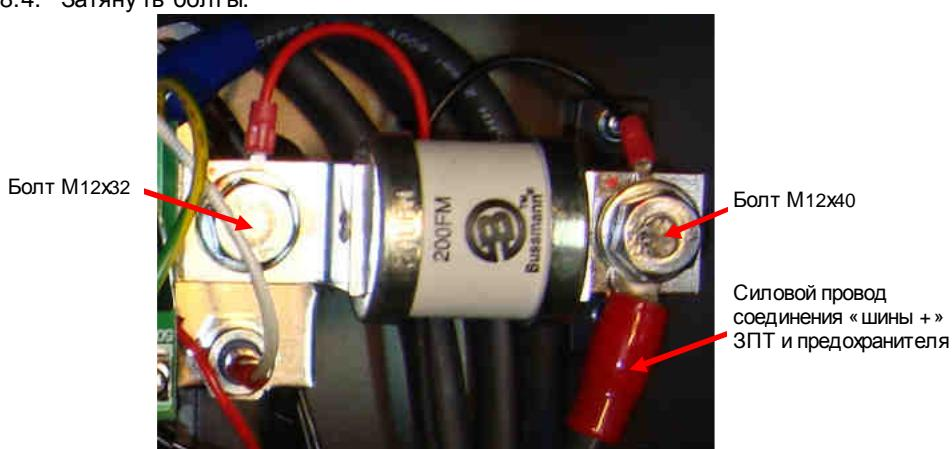

Рис. 7.22. Установка силового предохранителя.
7.22.1. Соединить разъем со шлейфом пульта управления как показано на рис.7.22 и закрепить его специальным фиксатором.